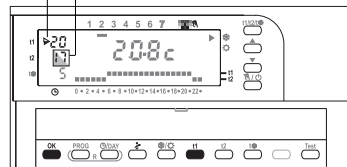

fig. 17
- b) **To fix the maximum temperature limit only:** press **t1**; the **t1** value will be fixed on the display, with the indicator ► blinking alongside (fig. 17). Press **OK** to confirm: the chronothermostat will revert to the currently activated program.
- b) **Pour fixer uniquement la valeur de température maximale :** appuyer sur la touche **t1**; l'afficheur bloque la valeur de **t1**, accompagnée par l'indice ► qui clignote (fig. 17). Appuyer sur la touche **OK** pour confirmer: le chronothermostat revient au programme de fonctionnement en cours.
- b) **Um nur den max. Temperaturwert zu begrenzen:** betätigen Sie die Taste **t1**; der Wert **t1** wird neben dem blinkenden Pfeil ► angezeigt (Abb. 17). Zur Bestätigung drücken Sie die Taste **OK**: der Zeitthermostat stellt auf den aktuellen Betrieb zurück.
- Per fissare il solo valore massimo di temperatura:** premere il tasto **t1**; sul display si blocca il valore di **t1**, affiancato dall'indice ► lampeggiante (fig.17). Premere il tasto **OK** per confermare: il cronotermostato torna al programma di funzionamento in corso.
- Para fijar sólo el valor máximo de temperatura:** presionar la tecla **t1**; en el display el valor de **t1** se bloquea y el índice ► que está al lado parpadea (fig.17). Presionar **OK** para confirmar: el cronotermostato vuelve al programa que se está utilizando.